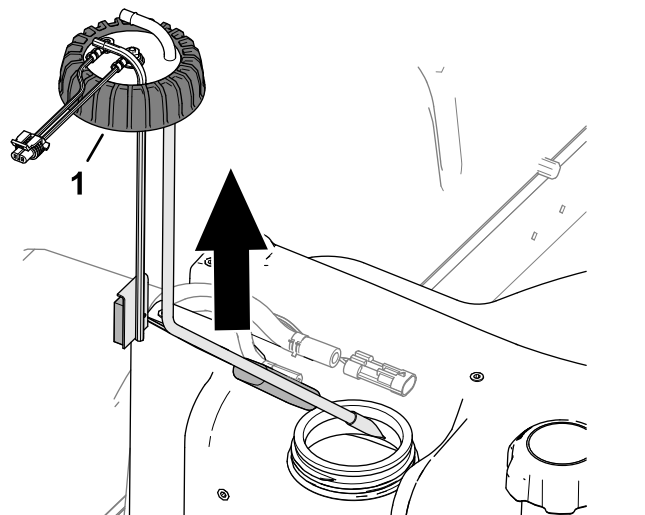

Figura 121
5. Slăbiți capacul transmițătorului pentru combustibil (Figura 121).